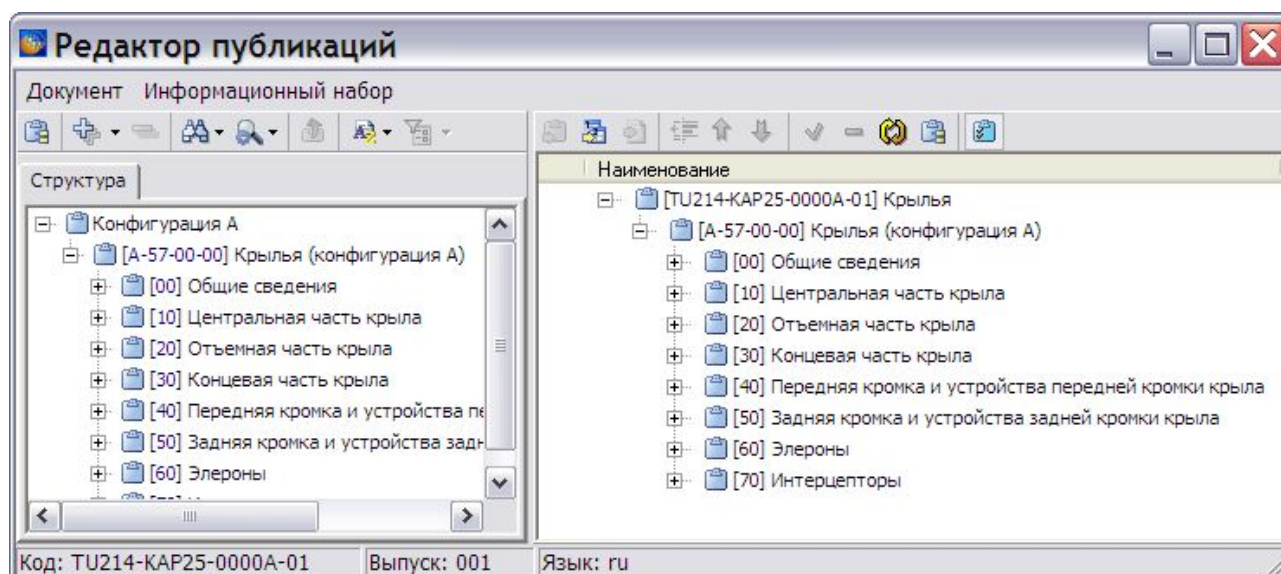

Рис. 12.12. Наполнение публикации на основании выбранного информационного набора
- Используя необходимые информационные наборы, произведите наполнение версии публикации в редакторе публикаций (Рис. 12.12).